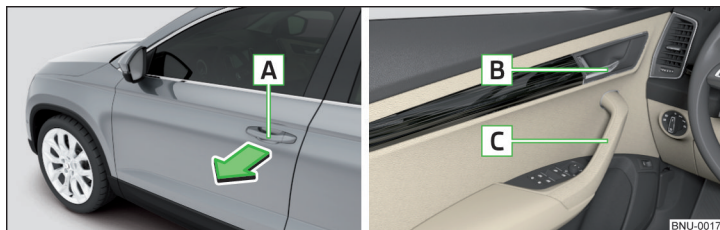

Fig. 46 Mânerul portierei/maneta de deschidere a portierei
- Pentru **deschiderea din exterior**, descuriați autovehiculul și trageți de mânerul portierei **A** în sensul săgeții » fig. 46.